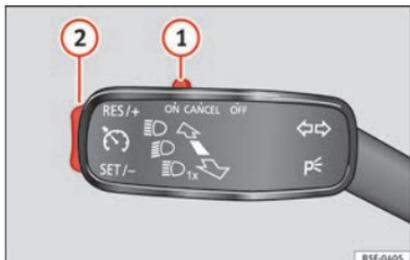

Fig. 47 A sinistra del piantone dello sterzo: interruttori e comandi per l'uso del GRA.
• Collegamento del GRA: spostare l'interruttore » fig. 47 ① verso **ON**. Il sistema è acceso. Il sistema non effettua la regolazione poiché non è stata programmata alcuna velocità.
• Attivazione del GRA: premere il tasto » fig. 47 ② nella zona **SET/-**. La velocità attuale viene memorizzata e regolata.
• Disattivazione temporanea del GRA: spostare l'interruttore » fig. 47 ① verso **CANCEL** o schiacciare il freno. La regolazione si scollega temporaneamente.
• Collegare nuovamente il GRA: premere il tasto » fig. 47 ② in **RES/+**. La velocità memorizzata verrà salvata e regolata nuovamente.
• Aumentare la velocità programmata durante la regolazione del GRA: premere il tasto ② in **RES/+**. Il veicolo accelera fino a raggiungere la nuova velocità memorizzata.
• Ridurre la velocità programmata durante la regolazione del GRA: premere il tasto ② in **SET/-** per diminuire la velocità di 1 km/h (1 mph). La velocità si riduce fino a raggiungere la nuova velocità memorizzata.
• Disattivazione del GRA: spostare l'interruttore » fig. 47 ① a **OFF**. Il sistema si disattiva e la velocità memorizzata si cancella.